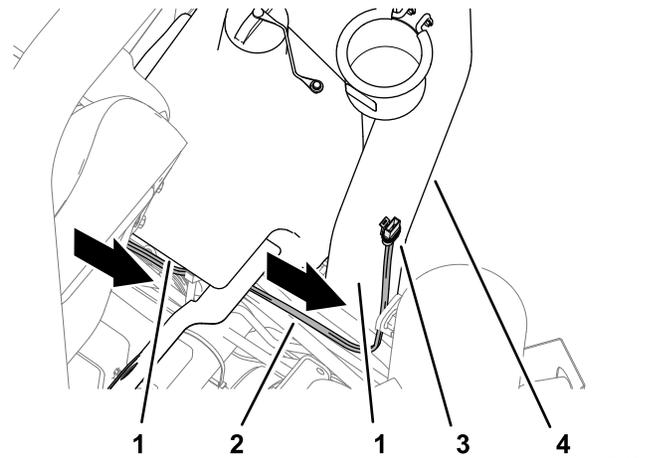

Figura 12
4. Enrute el arnés de alimentación a lo largo de la parte inferior del depósito de combustible y hasta el tubo de la barra antivuelco derecha (Figura 12).